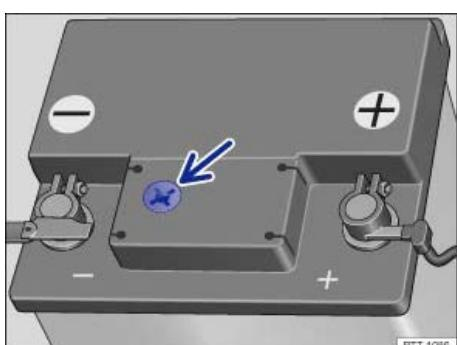

Abb. 266 Prinzipdarstellung: Sichtfenster an der Oberseite der Fahrzeubatterie.
- Für ausreichende Beleuchtung sorgen, um die Farbanzeige im runden Sichtfenster an der Oberseite der Fahrzeugbatterie ⇒ Abb. 266 (Pfeil) deutlich erkennen zu können. Bei Fahrzeugen mit Fahrzeugbatterie im Gepäckraum ggf. zusätzlich einen Spiegel zur Hilfe nehmen, um die Farbanzeige besser sehen zu können. Niemals offene Flammen oder glimmende Gegenstände als Beleuchtung verwenden.